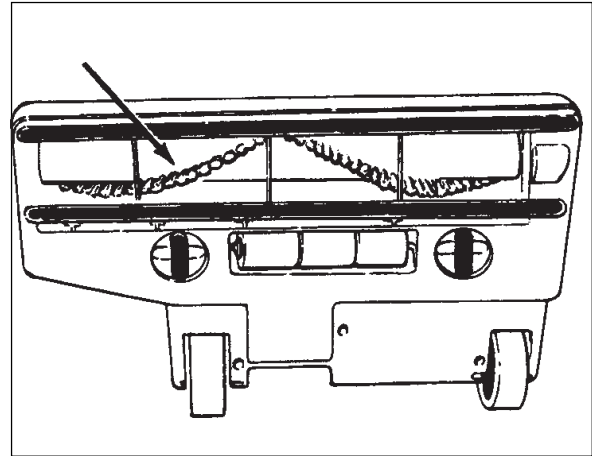

Figure 23
3. Soulevez le montage de brosse pour l'enlever (voir figure 23).